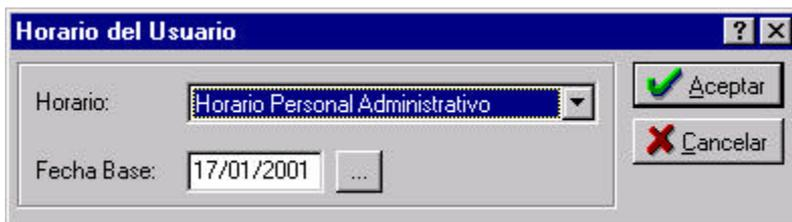

Figura 3.13. Edición del horario asignado a una persona.
- Presionar el botón Modificar. Se desplegará la ventana mostrada en la figura 3.13.
- Seleccionar el horario a asignar, de la lista desplegable denominada “Horario” (ventana de la figura 3.13).